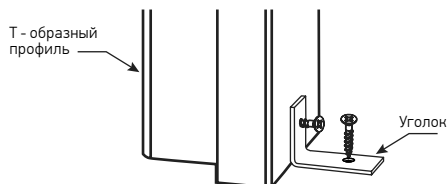

Рис.10
- 3) Если Т-образная рама не имеет нижнего профиля, то Т-профиль крепится внизу через уголок (Рис.10)